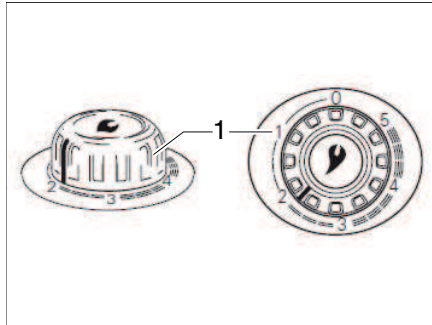

Bild 101 Drehregler an der Warmluft-Heizung
- Drehregler an der Heizung (Bild 101,1) auf gewünschten Wert einstellen und bis zum Anschlag niederdrücken.
- Drehregler an der Heizung (Bild 101,1) auf "0" stellen. Der Zündautomat wird damit gleichzeitig abgeschaltet.
- ▷ Weitere Informationen der separaten Bedienungsanleitung "Truma S 3004 (P) / S 5004" entnehmen.